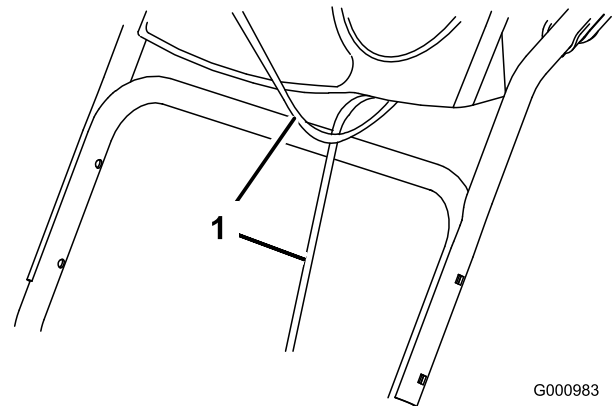

Figura 3
1. Eleve e rode o manípulo superior e posicione-o sobre o manípulo inferior (Figura 3).